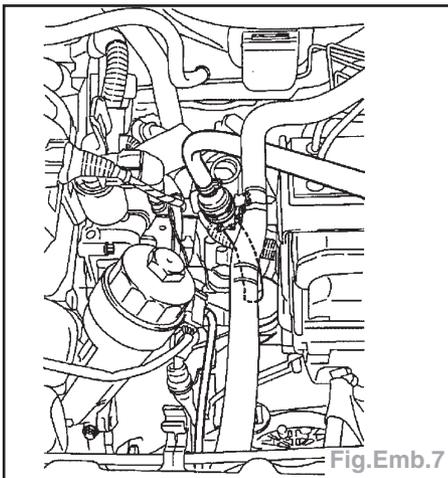

Fig.Emb.7
- Déposer le capuchon de la soupape de vis de purge et raccorder le flexible à la soupape avec un récipient de récupération de liquide de frein (Fig.Emb.7).